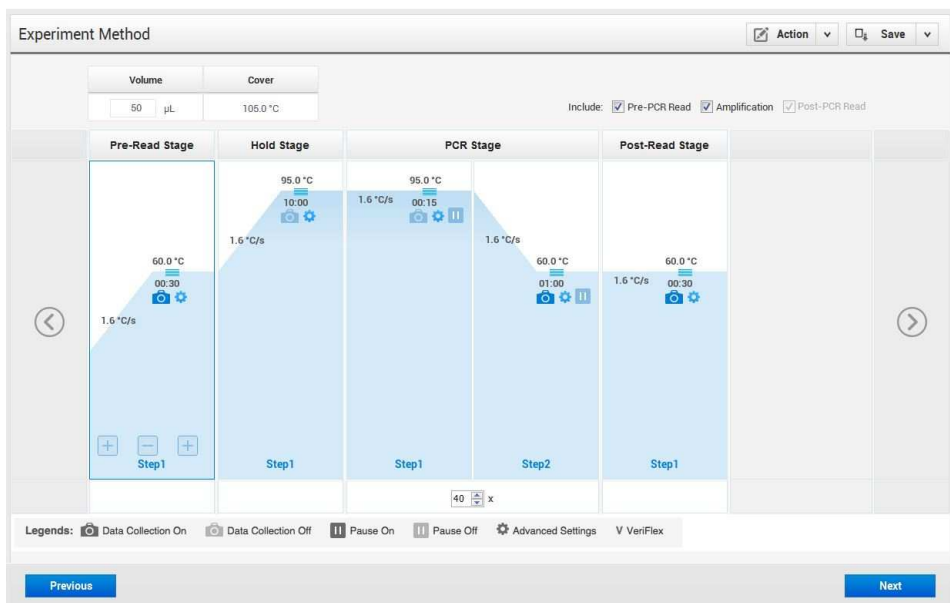

Fig. 3b
1. Coloque o volume de reação para o experimento (ex. 50 µl) (Fig. 3b)
2. Para editar o método de corrida (temperaturas, tempo, velocidade da rampa e alterar o número de ciclos), clique em cima do número e modifique utilizando as setas (Fig. 3b)